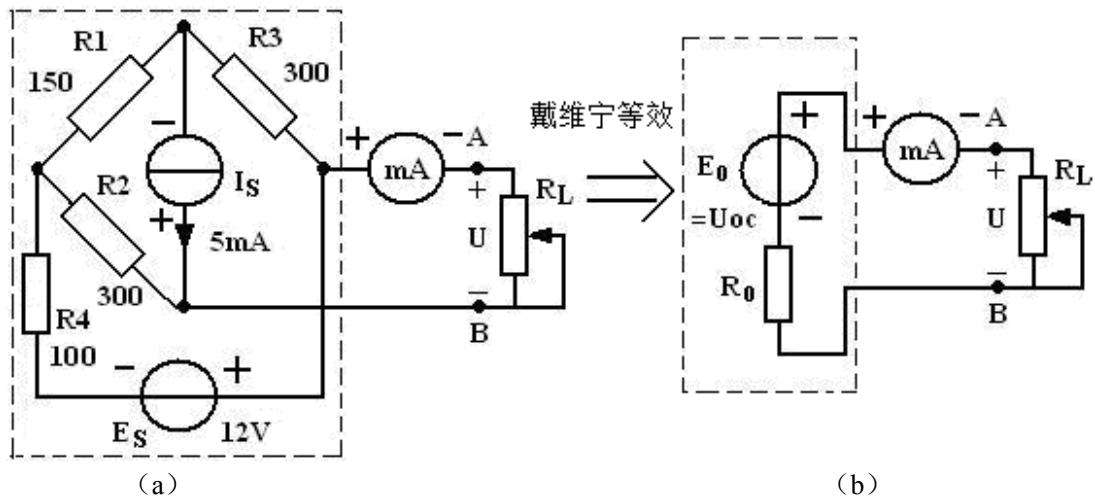
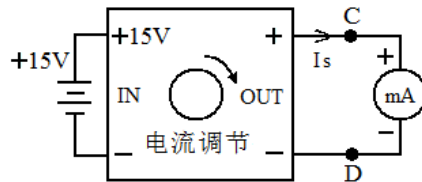
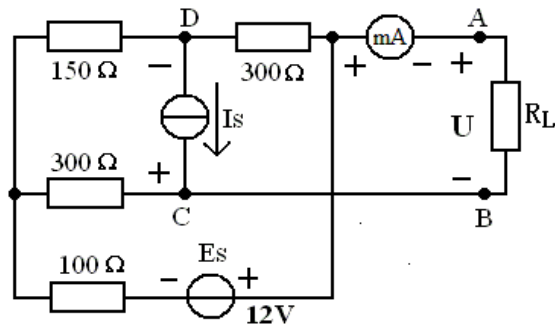

图 3-1 等效电源定理实验参考电路图 (电阻单位:  $\Omega$ )
图 3-2 电流源调节示意图
图 3-3 等效电源定理实验排列接线图
**注意：**上述两个定理所说的等效是指对外电路而言的。参见图 3-1，即子图 (a)、(b)虚线框外的部分的伏安特性是相同的。
按图 3-2 连接, 接上工作电源+15V, 输出端暂接电流表, 调节电流调节旋钮, 使电流达到设定值, 保持调节旋钮不变, 去除电流表, 将输出 C、D 按极性正确接入图 3-3 的电路, 电流源的工作电源+15V 不能去掉, 也不能与电路中的任何结点相连。
2、电路在九孔板上的排列如图 3-3 所示, 接入  $E_S=12(V)$ ,  $I_S=5(mA)$ , 这里将使用若干不同阻值的固定电阻代替图 3-1 中的可变电阻器  $R_L$  作负载电阻。
根据图 3-3 的电路，改变负载电阻  $R_L$  的阻值（为测量方便，用若干不同阻值的固定电阻代替可调负载电阻），测量该有源二端网络的外特性  $U_{AB}$  和负载电流  $I$ ，并将数据填入表 3-2。
按图 3-1 (b) 接线，图中  $U_{oc}$  的值由稳压电源调节提供， $R_0$  由 2.2K $\Omega$  可变电阻器调节确定。改变负载电阻  $R_L$  的阻值，测量  $U_{AB}$  和负载电流  $I$ ，并将数据填入表 3-3。